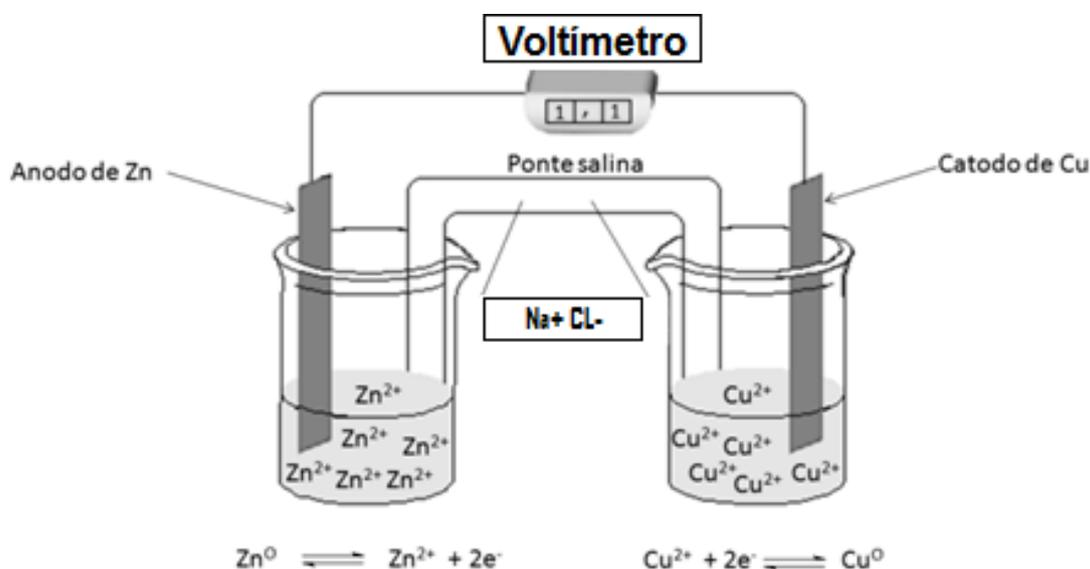

Figura 10.1: Representação da pilha $\text{Zn}^0|\text{Zn}^{2+}||\text{Cu}^{2+}|\text{Cu}^0$
5. Mergulhe o tubo em U nas soluções assim como ilustrado na **Figura 10.1**.